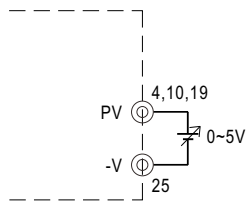

图2.1:加一个0~5V外部电压
(1)在CN500的PV(4,10,19)和-V(25)间连接一个外部直流电压源，如图2.1所示